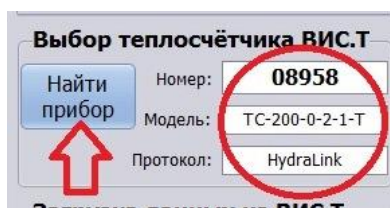
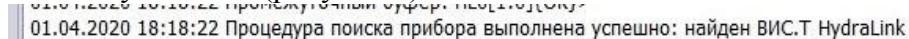

Рисунок 5.
Рисунок 6
5.1.5. В контейнере «Выбор теплосчётчика ВИС.Т» нажмите на кнопку «Найти прибор» (рисунок 5).
В случае завершения успешного поиска прибора поля «Номер», «Модель», «Протокол» заполнятся соответствующими значениями (рисунок 5), а в «Журнале событий» в окне программы появится информационное сообщение «Процедура поиска прибора выполнена успешно» (рисунок 6).
В случае завершения успешного поиска прибора поля «Номер», «Модель», «Протокол» заполнятся соответствующими значениями (рисунок 5), а в «Журнале событий» в окне программы появится информационное сообщение «Процедура поиска прибора выполнена успешно» (рисунок 18).